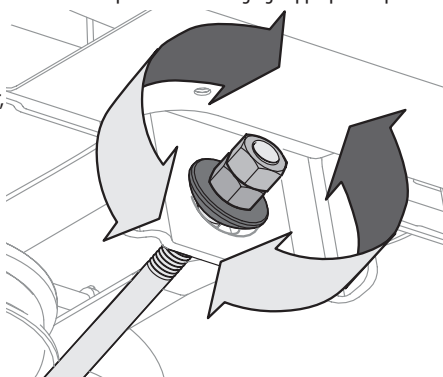

Figure 29
4. Pour *relever* l'avant du plateau de coupe, desserrez l'écrou supérieur, puis serrez l'écrou inférieur (tournez vers la droite). Voir Figure 29. Après avoir effectué le réglage approprié, serrez l'écrou à un couple de 25 à 30 pi-lb (34 à 40,7 Nm).
5. Pour *abaisser* l'avant du plateau de coupe, desserrez l'écrou supérieur, puis desserrez l'écrou inférieur (vers la gauche). Voir Figure 29. Une fois le réglage approprié effectué, serrez l'écrou supérieur.